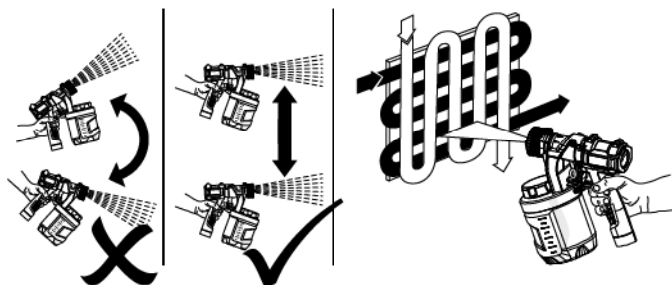

Fig. 17
- > Pressione completamente o gatilho do interruptor (8) e depois mova-o através da área de trabalho numa direcção paralela. A paragem do movimento da pistola a meio do curso provocará uma acumulação de tinta e resultará em escorrimento. Não mova a pistola de um lado para o outro durante a pintura. Isto causará um acúmulo de tinta no centro do curso e um revestimento insuficiente em cada extremidade (Fig. 17).